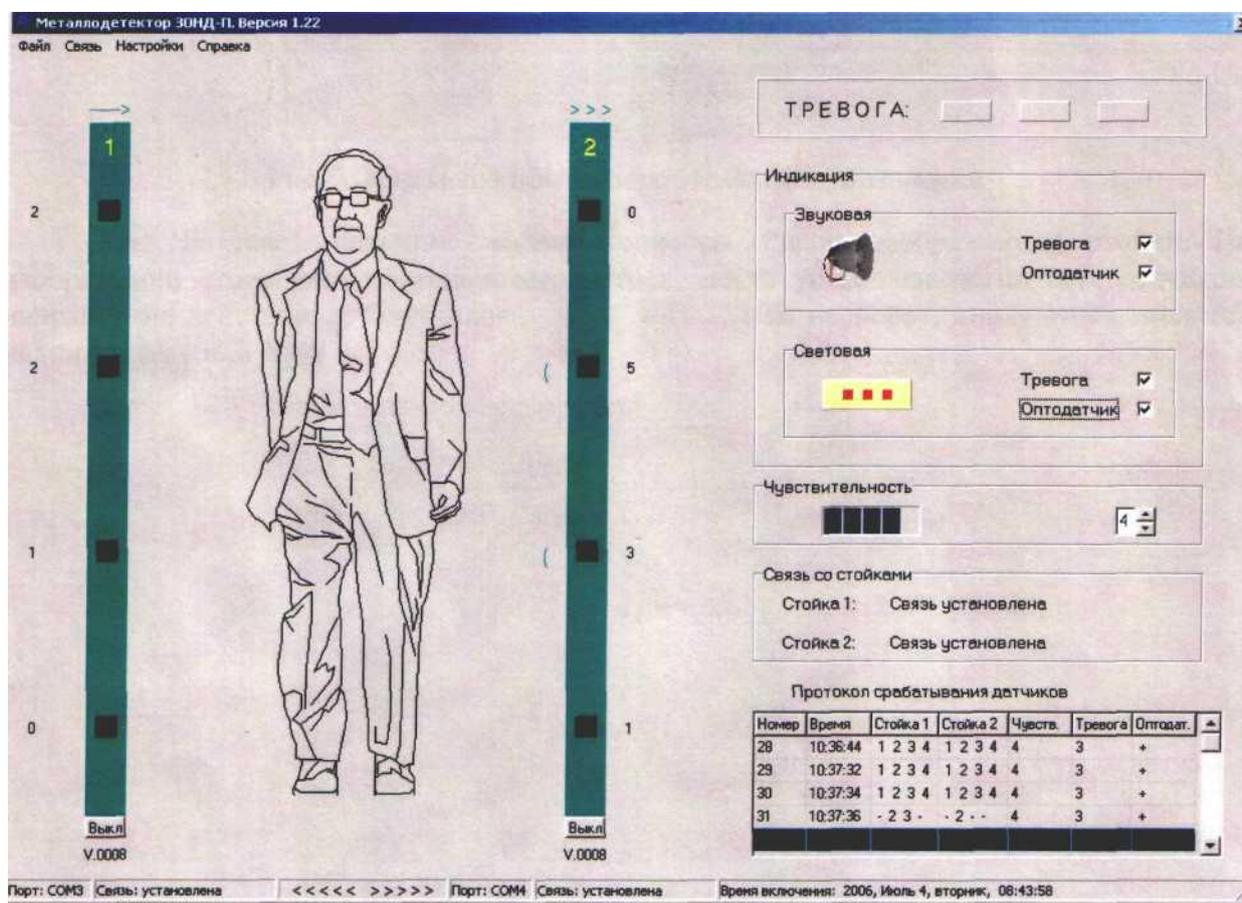

Рис. 18. Интерфейс программного обеспечения томографа «Зонд-П»
4. Запустите программу «P-MD», выберите язык «русский». На экране монитора высвечивается интерфейс программного обеспечения (рис. 18).